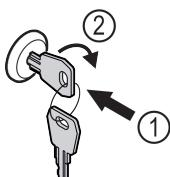

Fig. 167
- Shtyni çelësin brenda Fig. 167 (1).
- Rrotulloni çelësin me 90° në drejtimin orar Fig. 167 (2).